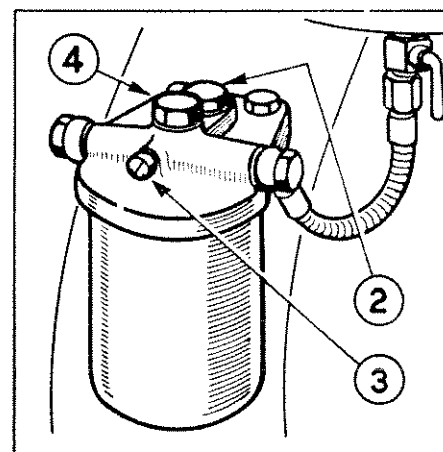

Fig. 13 - FILTRO COMBUSTIBILE
Occorre procedere prima alla **disaerazione del filtro combustibile** nel modo seguente: Fig. 13)
- b) PULIZIA DEL FILTRO COMBUSTIBILE — (V. fig. 13 a pag. 33). — Deve essere eseguita assai di frequente. Svitare il bullone 4) posto sulla sommità del corpo, togliere la sottostante scatola, sfilare la cartuccia filtrante e lavarla accuratamente con petrolio o benzina. Se il tessuto della cartuccia fosse eccessivamente impregnato di impurità occorrerà sostituirla. Lavare inoltre la scatola dalle impurità in essa raccoltevi mediante petrolio o benzina, indi rimontare cartuccia filtrante e scatola.